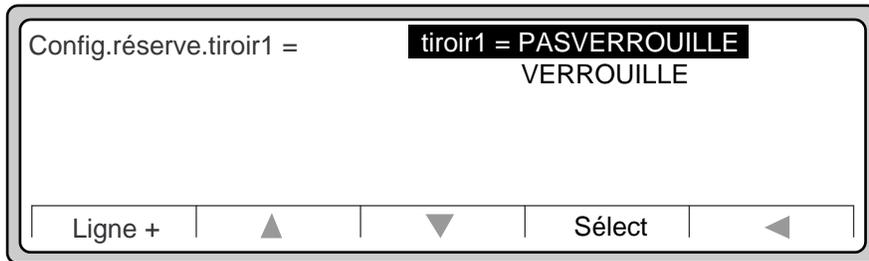

Figure 3-29 Config.réserve.tiroir1
7. Par exemple, si vous souhaitez verrouiller le tiroir1, appuyez sur ► pour sélectionner l'option tiroir1. Reportez-vous à l'écran illustré à la Figure 3-29.